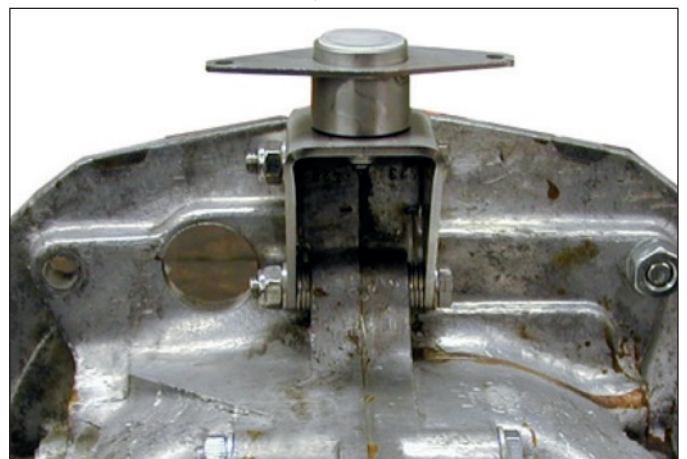

Fig. 2
- Set the second screw and washer in the lower hole and push 2-3 washers, to reconciliation, per side between engine and bellcrank linkage. (Fig.2)
- Setzen Sie die untere Schraube M8x60, SW13 mit Unterlegscheibe an und schieben Sie 2-3 Unterlegscheiben pro Seite, zum Ausgleich, zwischen Motor und Drehbock. (Fig.2)